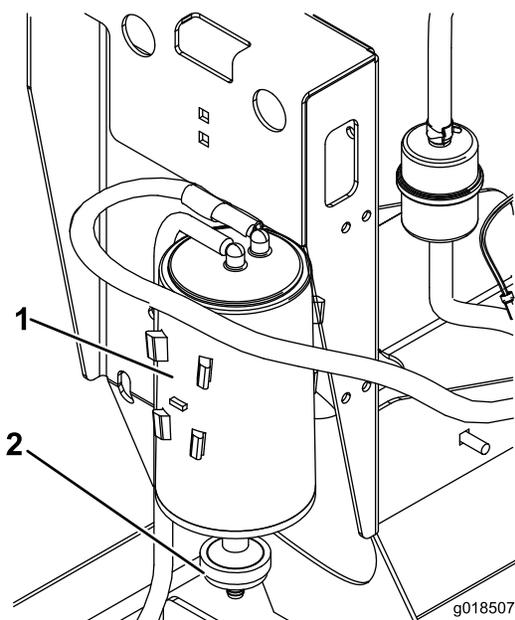

Рисунок 17
2. Снимите и удалите в отходы воздушный фильтр с угольным элементом (Рисунок 17).